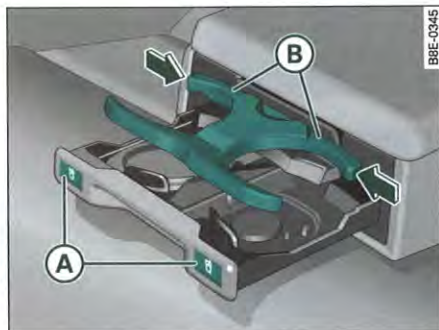

Fig. 118 Porte-gobelets dans l'accoudoir arrière
- Appuyez sur le symbole  (A) ⇒ fig. 118.